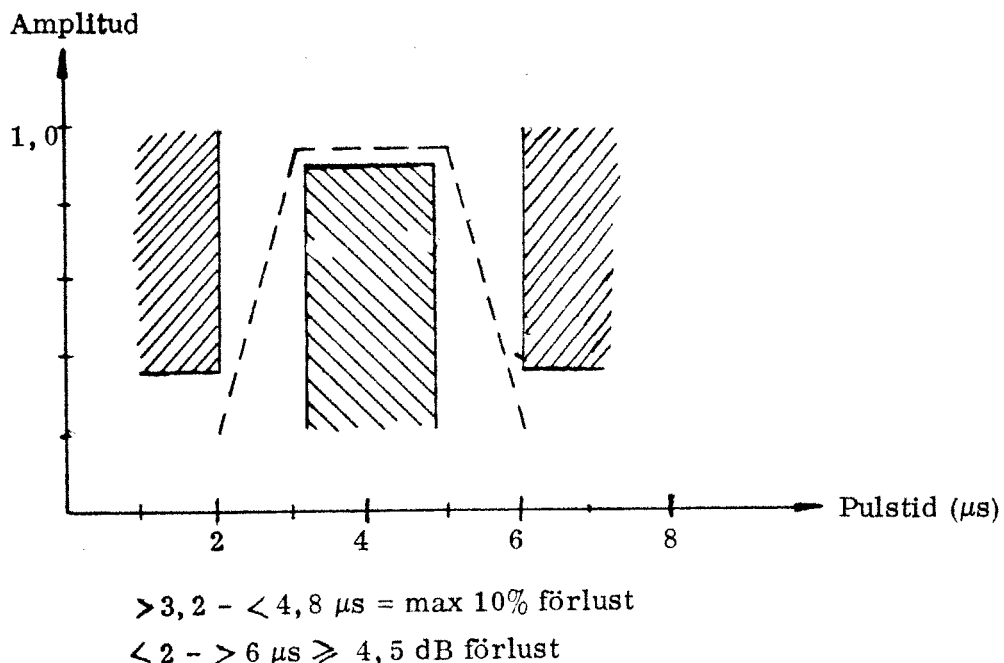

Bild 33
- 4.2.18.4 Ändra pulslängden med ratten WIDTH på pulsgeneratorn och kontrollera att PLD ger pulser ut i förhållande till pulslängden in enligt bild 33.